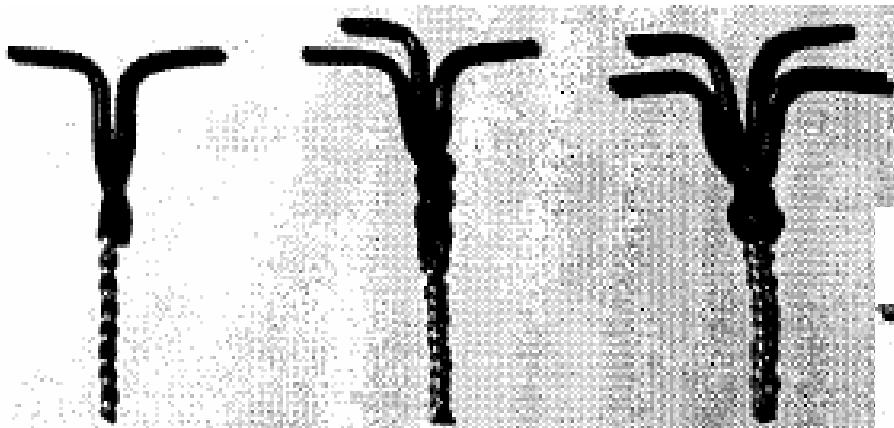

Figura 10.24
5. Aspecto final da emenda (**figura 10.24**).